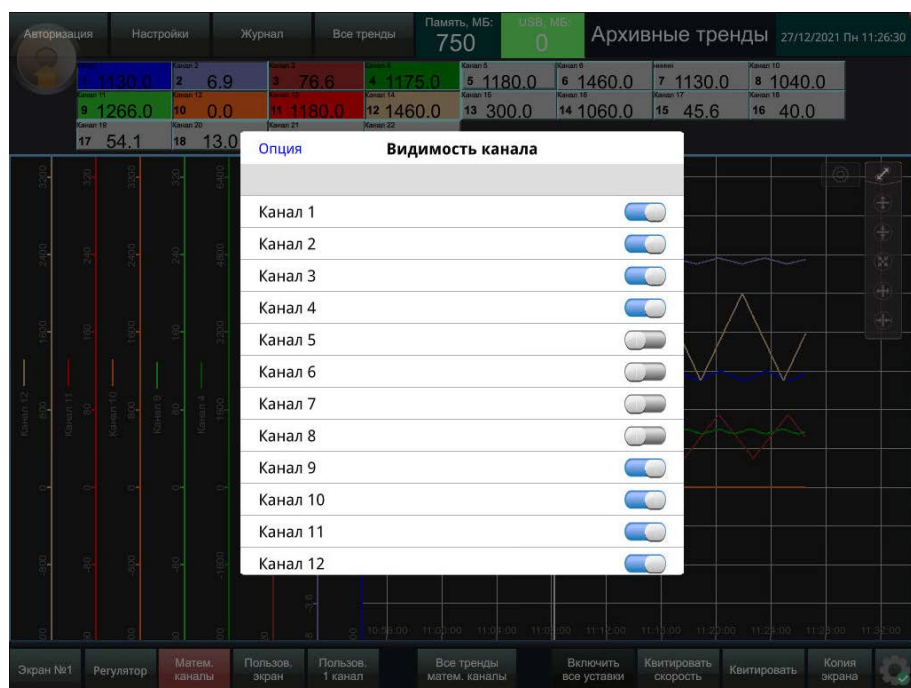

Рисунок 89 – Окно «Видимость канала»
- 3 – Настройки видимости каналов (рисунок 89). Такая же функция как у кнопок в верхней части окна «Все тренды» (поле №1);